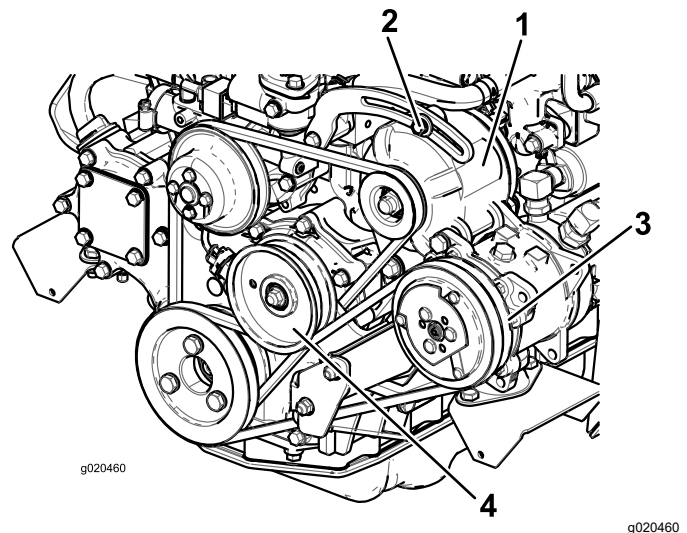

Figura 75
Si la desviación no es de 10 mm, afloje los pernos de montaje del alternador (Figura 75).
2. Si la desviación no es de 10 mm, afloje el perno de montaje de la polea tensora (Figura 75).